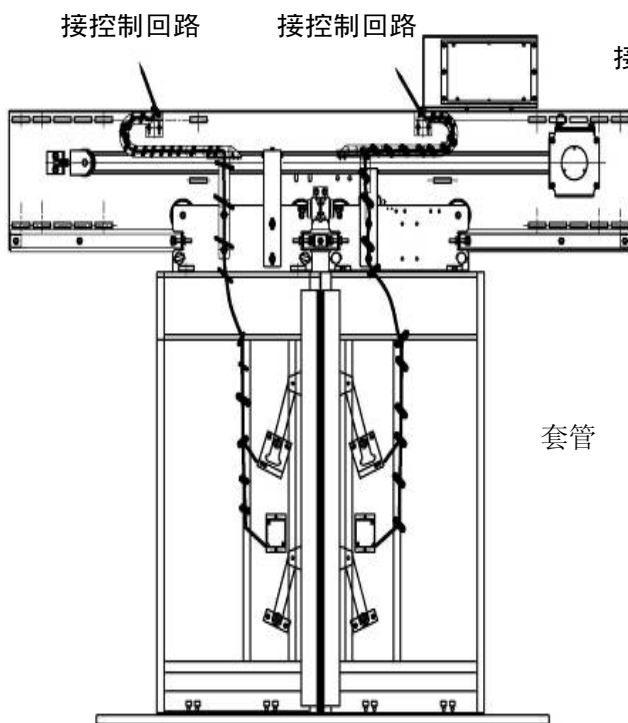
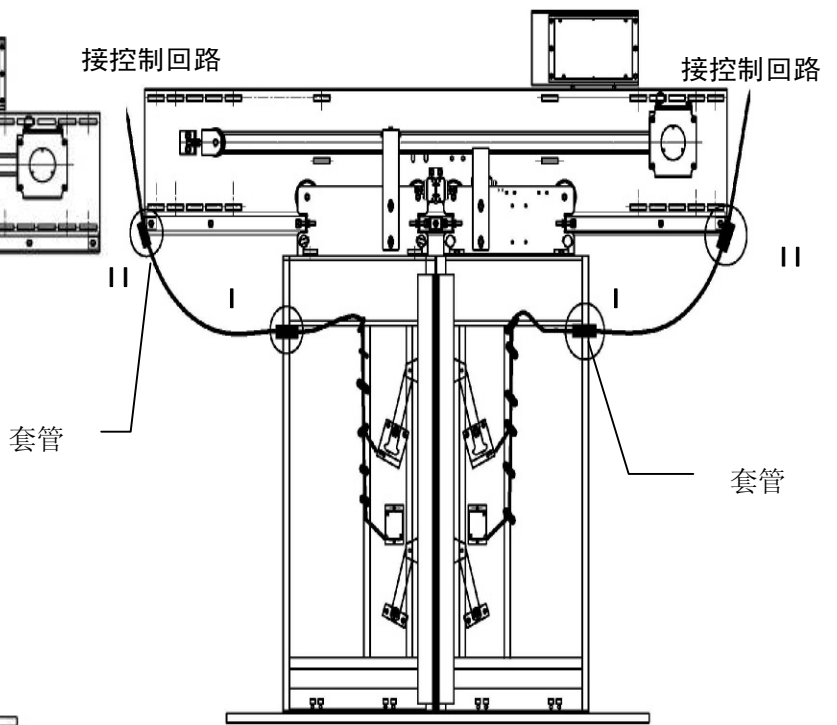

图 2-21 安全触板走线(有坦克链)
图 2-22 安全触板走线(无坦克链)
当门机装有坦克链时, 安全触板走线按图 2-21; 当门机无坦克链时, 安全触板走线按图 2-22。
1. 电缆线在轿门上用倒拉式扎带扎紧; 按图 2-21 或图 2-22 走线;
2. 对于图 2-22 中 I、II 位置处的电缆线, 为防止在频繁的开关门过程中电缆芯线被折断, 要先用套管(要求是软管, 可采用类似三芯电缆线的外套管)或胶布保护后, 再用扎带固定, 固定时不要扎的太紧, 只要保证开关门过程中, 电缆线在该处不会移动即可;